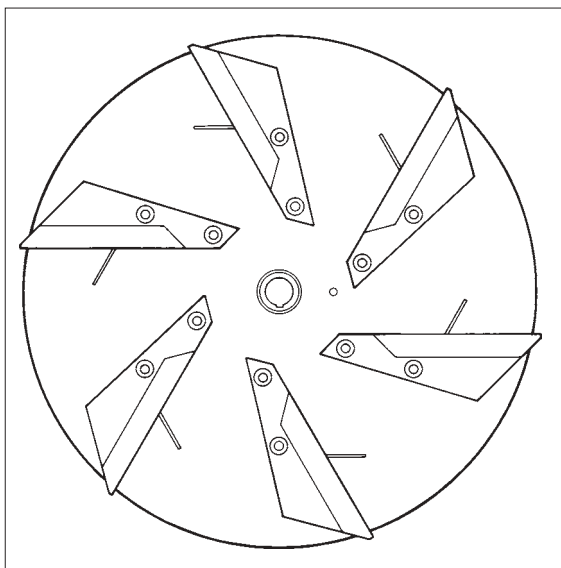
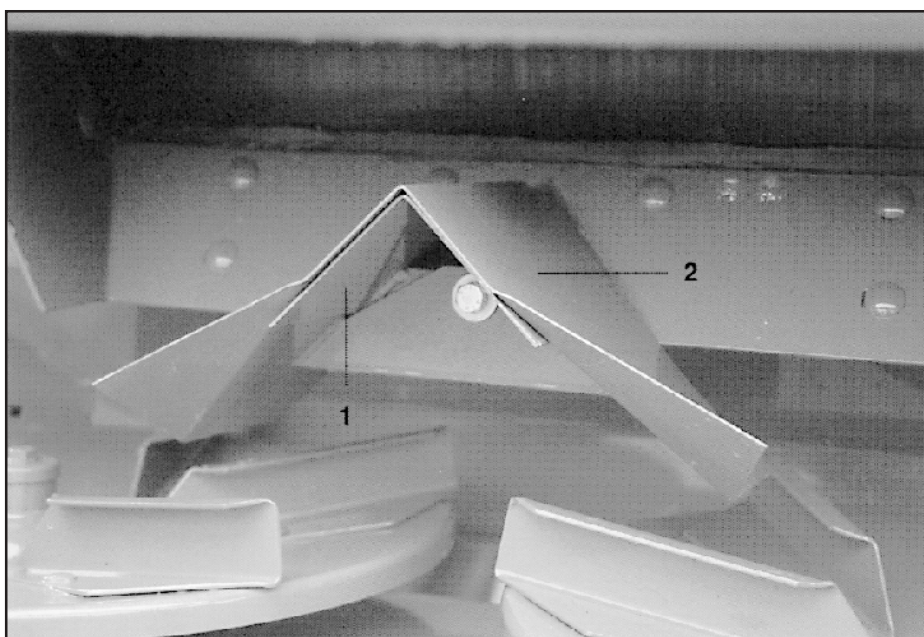
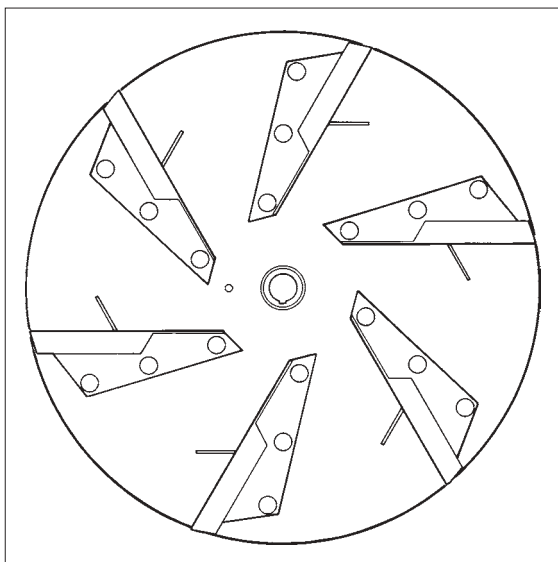

Рис. 7.3
Рис. 7.4
Рис. 7.5
Каждый широкозахватный разбрасыватель оснащён жёстко прикреплённым крышевым спускным лотком (рис. 7.4/1) для выноса отсыревших удобрений распределительными дисками ZG-B (рис. 7.3).
Для распределения гранулированных удобрений дисками ZG-B (рис. 7.3) необходимо смонтировать дополнительный крышевой спускной лоток (рис. 7.4/2), для того, чтобы установить оптимальную точку выхода удобрений на распределительные диски. Дополнительный крышевой лоток прикрепите поверх жёстко смонтированного крышевого спускного лотка (рис. 7.4/1).
Для распределения большого количества карбо-извести распределительными дисками (рис. 7.5) необходимо смонтировать два боковых щитка (рис. 7.6/1) и один направляющий щиток (рис. 7.7/1). Дополнительный крышевой лоток (рис. 7.4/2) перед этим снять.
- Снимите дополнительный крышевой лоток (рис. 7.4/2), если таковой имеется.